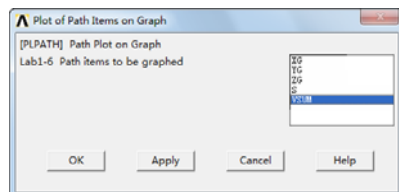

图 9-139 “Plot of Path Items on Graph”对话框
⑨依次选择 Main Menu→General PostProc→Path Operations→Plot Path Item→On Graph, 会弹出“Plot of Path Items on Graph”对话框, 如图 9-139 所示, 在“Lab1-6 Path items to be graphed”选择列表中选择“VSUM”。